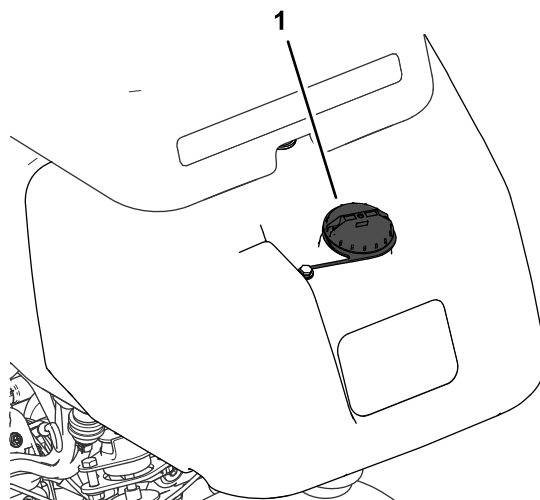

Figure 25
1. Nettoyez la surface autour du bouchon du réservoir de carburant et enlevez le bouchon (Figure 25).